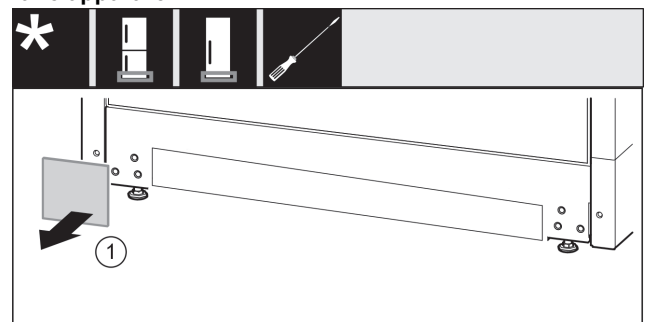

Fig. 17
- ▶ Ta av dekselet. Fig. 17 (1)